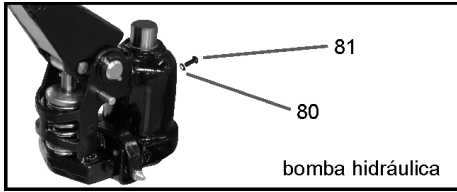

Fig. 10 – Completar o substituir el aceite
- Para el correcto funcionamiento del equipo, utilice en la bomba solamente aceite hidráulico viscosidad ISO VG 32 (aproximadamente 250 ml). Verifique periódicamente el nivel de aceite de la bomba y en caso de necesidad completar el volumen. También recomendamos substituir totalmente el aceite de la bomba a cada 12 meses y en caso de necesidad substituir también los sellos y piezas de desgaste. Para completar o substituir el aceite, remover el perno "81" y o-ring "80", completar el volumen de aceite y recolocar el o-ring "80" y el perno "81" (fig. 10).